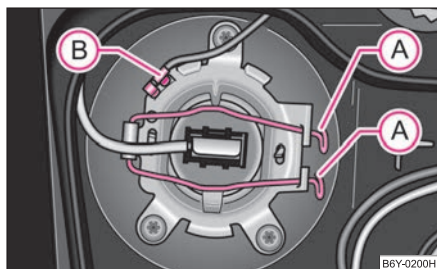

Fig. 172 Dépose de l'ampoule pour feu de route
- Remettre le connecteur **(B)** ⇒ fig. 172.